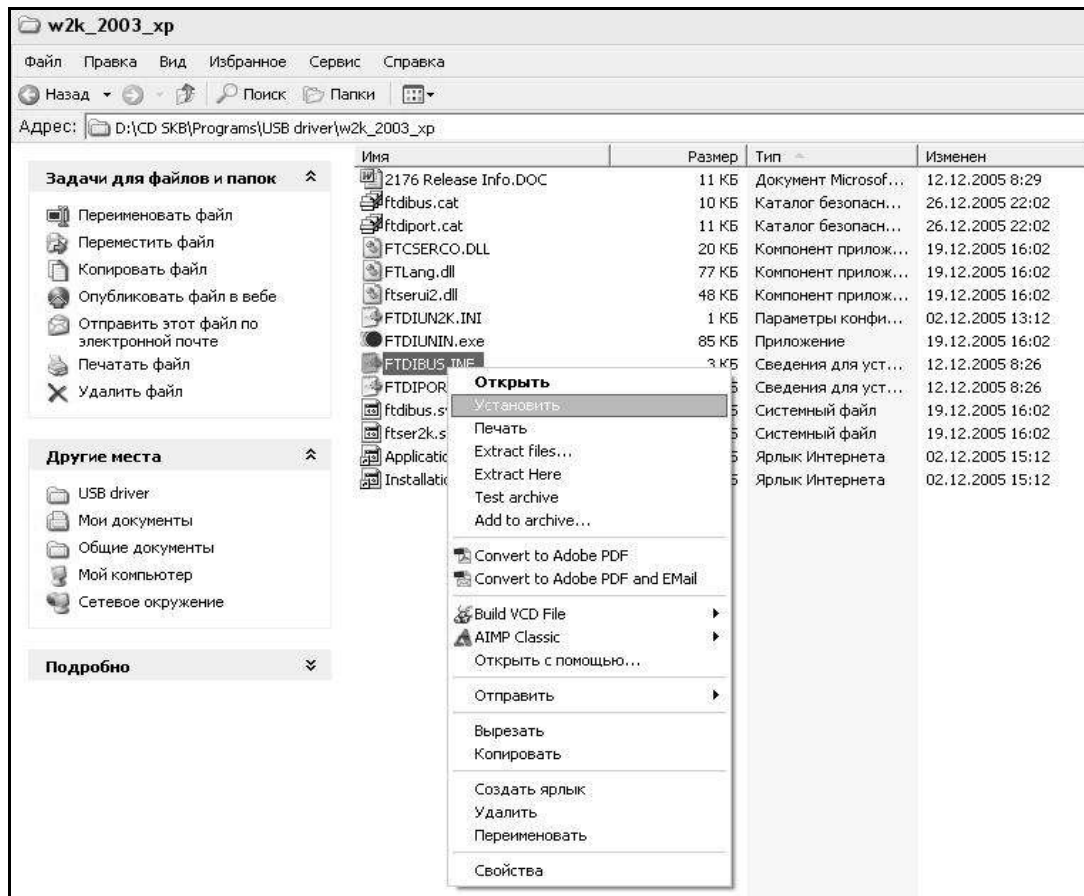

Рисунок 2.3 – Окно ручной установки драйвера
- нажать правой клавишей мыши на файле FTDIBUS.INF в выпадающем меню выбрать пункт «Установить» (рисунок 2.3);